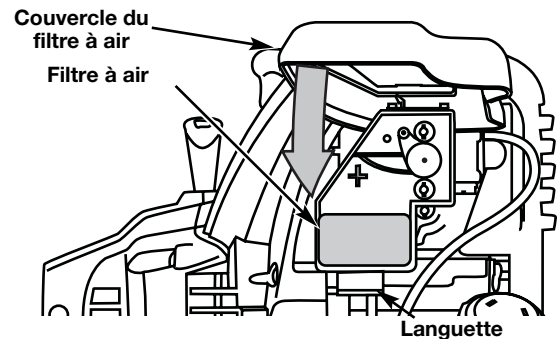

Fig. 36
8. Faites pivoter la couverture vers le bas jusqu'à ce que la languette sur la plaque arrière du filtre à air se verrouille en place dans la fente sur la couverture du filtre à air (Fig. 36).